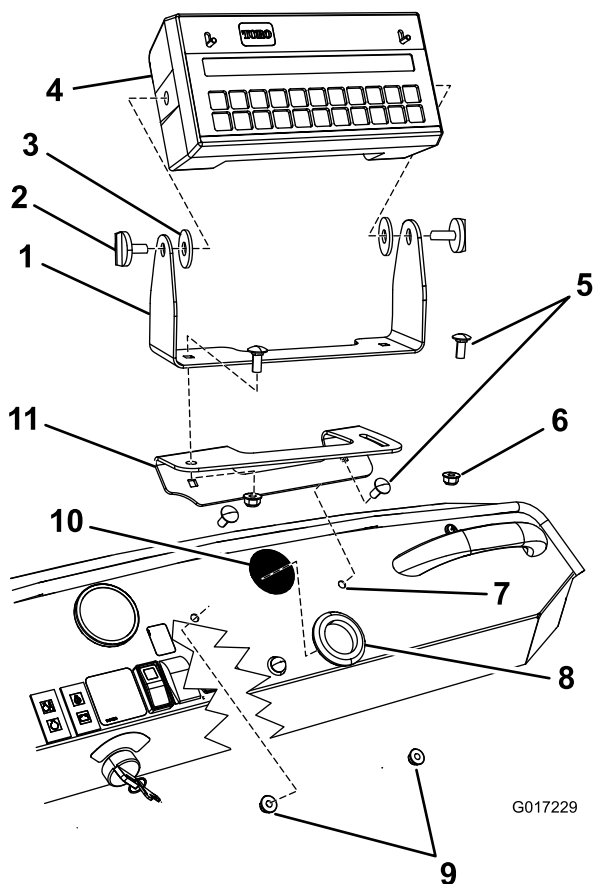

Bild 2
1. Sie finden die Befestigungshalterung mit dem gekrümmten Schlitz in den lose mitgelieferten Teilen. Befestigen Sie die Halterung mit zwei Schlossschrauben (5/16 x 3/4 Zoll) und zwei Sicherungsmuttern (5/16 Zoll) am Armaturenbrett, wie in Bild 2 dargestellt.
7. Befestigen Sie die Computerkonsole mit zwei Handrädern an der Schwenkhalterung (Bild 2).
8. Befestigen Sie die Schwenkhalterung mit zwei Schlossschrauben (5/16 x 3/4 Zoll) und zwei Sicherungsmuttern (5/16 Zoll) an der Befestigungshalterung, wie in Bild 2 dargestellt.